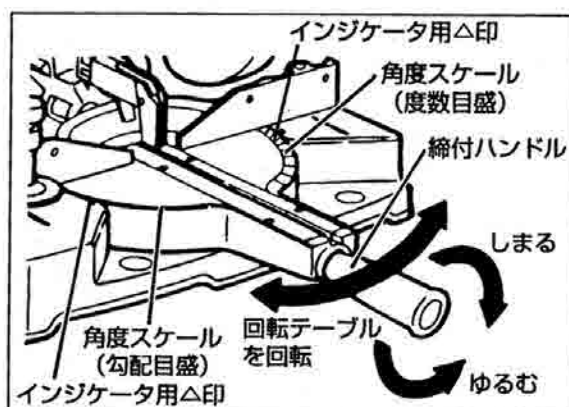

図26
- (1) 回転テーブルを回転させる左45°、右57°までの角度切断ができます。締付ハンドルをゆるめ、回転テーブルをまわし、回転テーブルの角度スケールをベースの△印に合わせます。(図26)